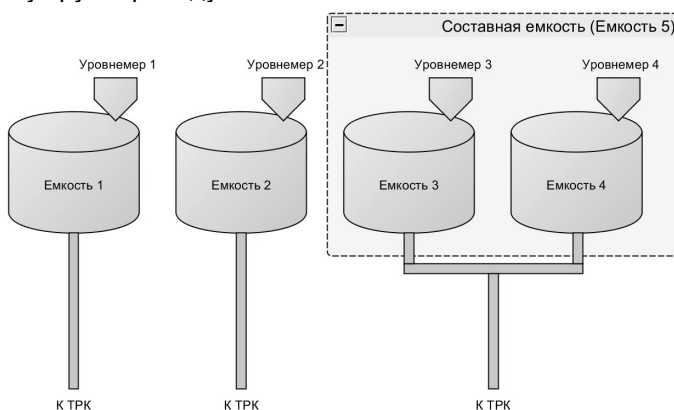

Рисунок 24
11.3 Рассмотрим пример настройки конфигурации из четырех емкостей (рисунок 24), из которых две последние емкости подключаются к одному трубопроводу и являются составной емкостью.